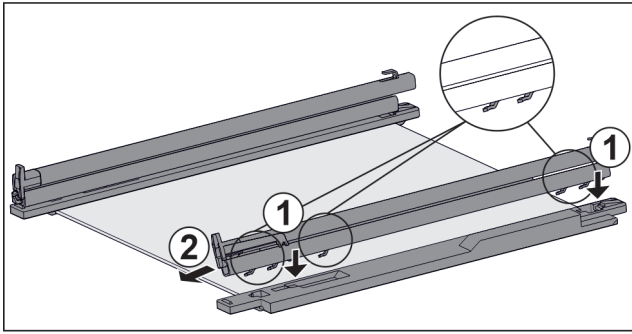

Fig. 202 Glasplatte mit Schienen und Halteteilen
- ▶ Haken der Schiene auf die Öffnungen des **linken** Halte- teils setzen. Fig. 202 (1)
- ▶ Schiene nach vorne ziehen. Fig. 202 (2)
- ▶ Haken der Schiene auf die Öffnungen des **rechten** Halte- teils setzen. Fig. 202 (1)